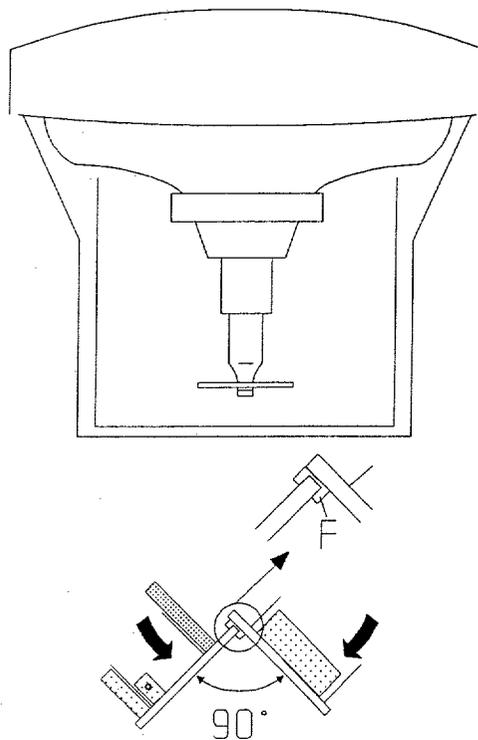

Fig 4.3
3. Posizione di servizio per la riparazione (Fig. 4.3)
Smontare il display a LED E (Fig. 4.3) del pannello grandi segnali. Sollevare la parte posteriore di ambedue i pannelli e fissarli con l'aiuto delle staffe F presenti dalla parte inferiore del pannello piccoli segnali ad un angolo di 90° tra di loro. La staffa di servizio color arancio può essere usata come sostegno del SAT box o il pannello DAF quando il telaio viene messo in posizione orizzontale.